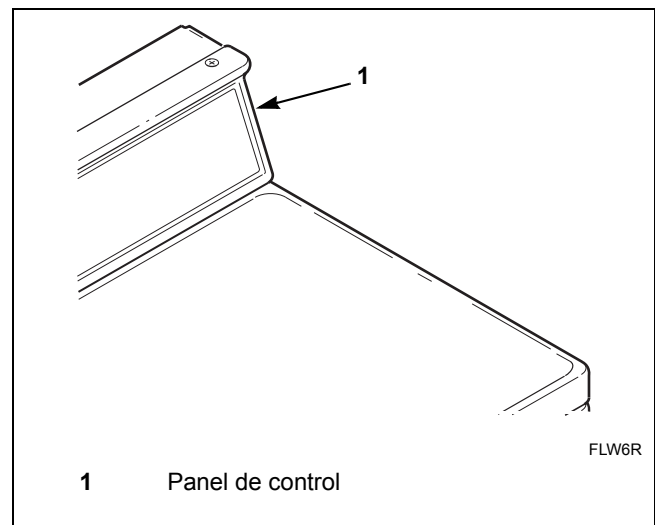

Figura 22
1. Abra el panel de control. Consulte la *Figura 22*.